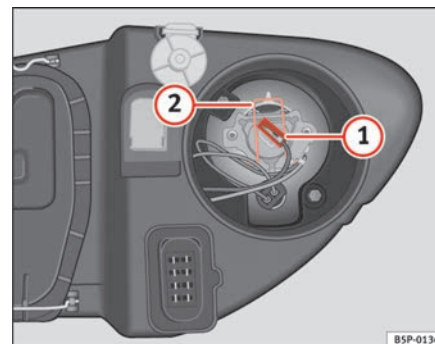

Fig. 163 Luz de carretera
- Extraiga el conector ⇒ fig. 163 ① de la lámpara.
- Presione el resorte ⇒ fig. 163 ② hacia dentro y hacia la derecha.